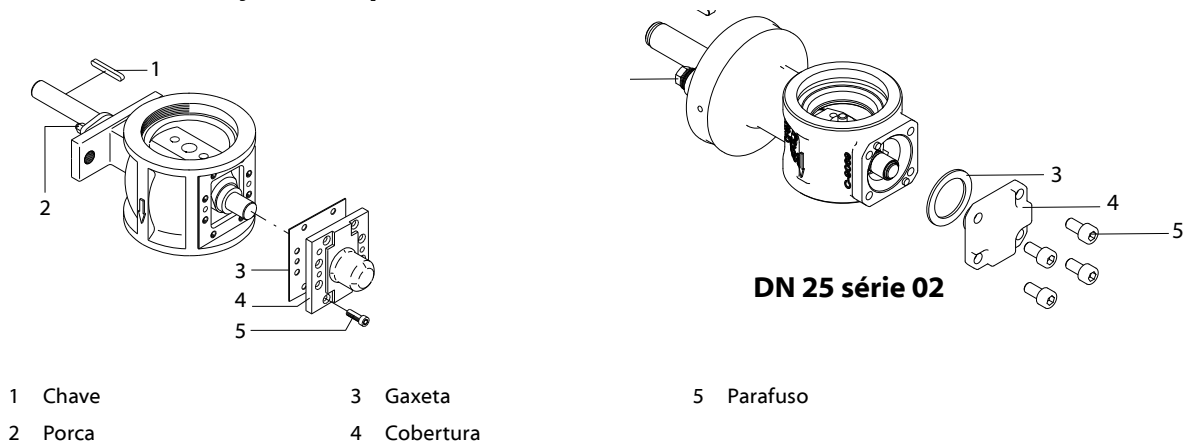

Fig.6-23 Instalação do dispositivo do eixo
1. Abrir a cobertura (→ Fig.6-23/4) e instalar a gaxeta (→ Fig.6-23/3).
2. Colocar de novo a cobertura e apertar os parafusos (→ Fig.6-23/5).
3. Apertar a caixa de empanque e as porcas (→ Fig.6-23/2) alternadamente. Instalar a chave (→ Fig.6-23/1).